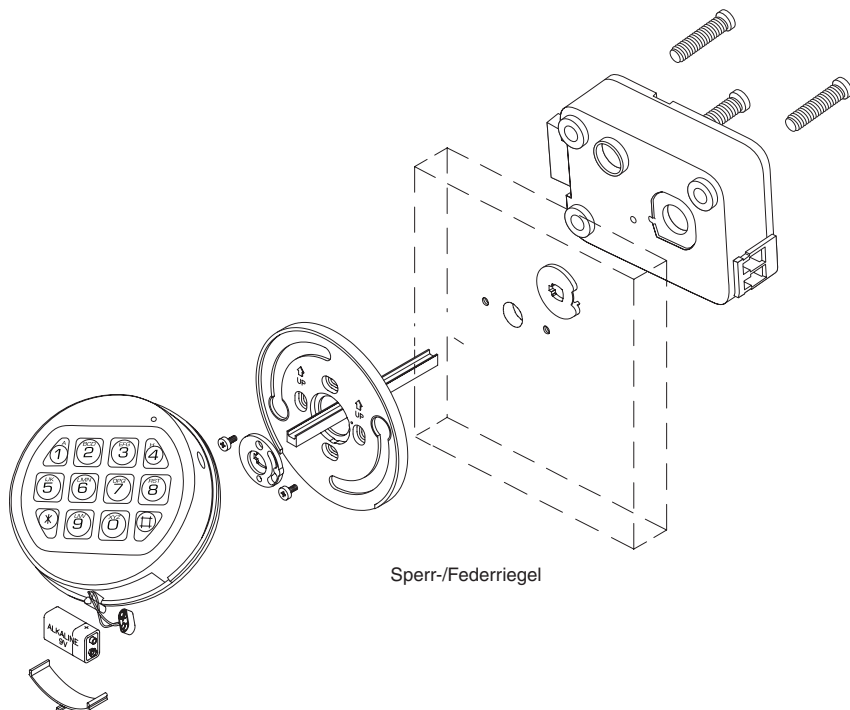

Abbildung 10
2. Messen Sie die totale Montagedicke (Türdicke+ Befestigungsplatte). (Abbildung 10)